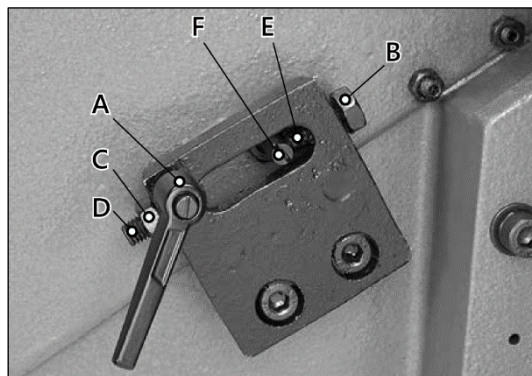

Рисунок 46.
- Открутите контргайку B на ограничителе высоты (рис. 46) и выкрутите винт E так, чтобы он не препятствовал столу подачи при его подъеме.
Стол подачи имеет винты-ограничители D и E (рис. 46), которые позволяют быстро перенастраивать стол подачи между финишными и черновыми резами.